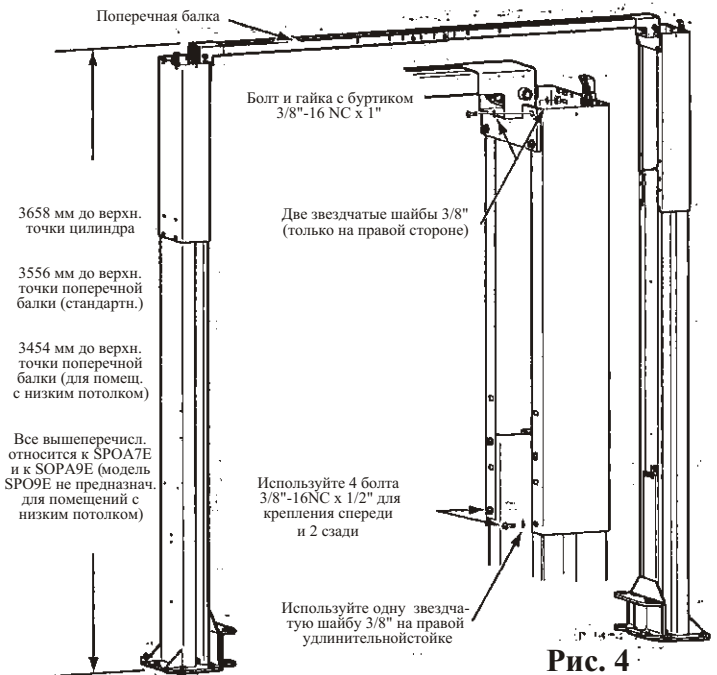

Рис. 4
2. **Высота подъемника:** На рис. 4 указаны величины габаритной высоты для каждой модели подъемника. Расстояние от верхней точки подъемника до самой низкой точки перекрытия помещения не должно быть менее 25 мм.
**ЗАЕЧАНИЕ:** Все звездчатые шайбы предназначены для закрепления на правой колонне для того, чтобы обеспечить заземление концевой выключателя поперечной балки подъемника. При закреплении деталей на левой колонне подъемника применение звездчатых шайб не требуется. Обратите внимание на процедуру закрепления удлинительной стойки колонны (рис. 4), а также концевой выключателя поперечной балки (рис. 4 и 6).
**8. Установка поперечной балки на удлинительные стойки подъемника:** при помощи стремянок, приставленных к каждой из колонн, два человека устанавливают поперечную балку подъемника к удлинительным стойкам и закрепляют ее посредством двух звездчатых шайб, восьми болтов 3/8"-16NC x 1" (длина) и контргайки с буртиком 3/8"-16NC (рис. 4). Затем необходимо затянуть болты, расположенные в центре поперечной балки подъемника.